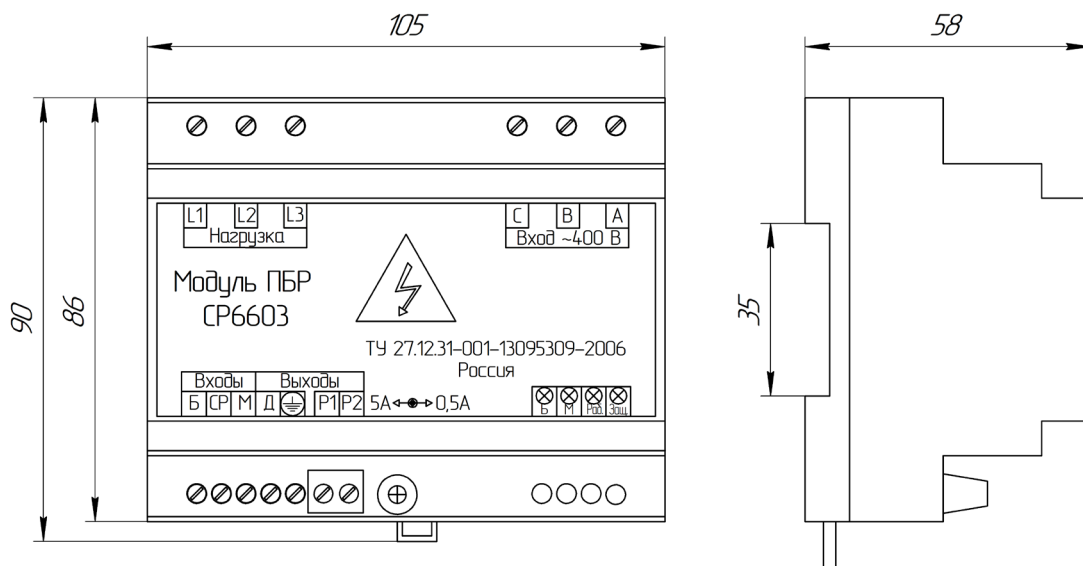

Рисунок 2
3.1 Модуль СР6603 выполнен в пластмассовом корпусе со степенью защиты, обслуживающего персонала IP20 и креплением на DIN-рейку шириной 35 мм (См. рисунок 2).
3.3 На лицевой панели модуля (См. рисунок 2) расположена табличка, с указанием:
8.1 Регулировка защиты производится переменным многооборотным резистором, который указан на рисунке 1. Вращения регулировочного винта резистора осуществляется в любое направление без ограничения. Только четыре оборота винта регулировки резистора участвуют в изменении значения тока. Требуется получить минимальный ток срабатывания защиты 0,5 А, вращаете регулировочный винт резистора в направлении 0,5 А по стрелочке как указано на корпусе - рисунок 2. Требуется увеличить ток срабатывания защиты, вращаете регулировочный винт резистора в противоположную сторону. Значения тока срабатывания защиты увеличиваются. Один полный оборот регулировочного винта резистора в указанное направление установит тока защиты – 1,45 А. Следующий второй оборот в тоже направлении установит – 2,5 А. Третий оборот в тоже направлении установит – 3,75 А. Четвертый последний оборот в тоже направлении установит – 5.0 А. В процессе производства модулей, ток защиты устанавливается по требованию заказчика. По умолчанию устанавливается среднее значение тока – 2,5 А.